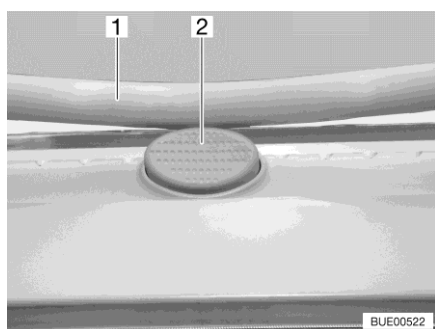

Fig. 107 Bottone di sicurezza (oblò Heki)
- Premere il bottone di sicurezza (Fig. 107,2) e tirare verso il basso la staffa (Fig. 107,1) con entrambe le mani.
- Premere la staffa verso l'alto con ambedue le mani, finché la staffa non poggia al di sopra del bottone di sicurezza (Fig. 107,2).